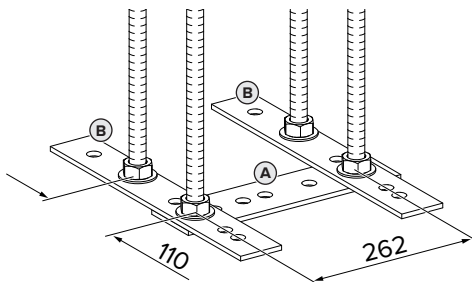
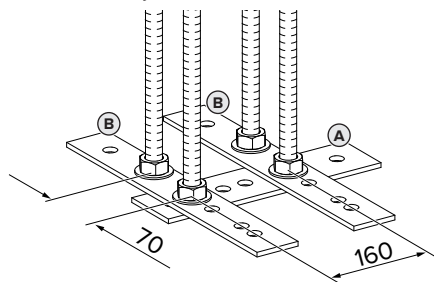

Fig. 1: Mål [mm]
Fig. 2: Mål [mm]
- Sæt gevindstængerne under hensyntagen til målene i Fig. 1 og Fig. 2 ind i fladstålene. Vær opmærksom på, at fladstålet (A) og fladstålene (B) er placeret i en ret vinkel (90°) i forhold til hinanden.